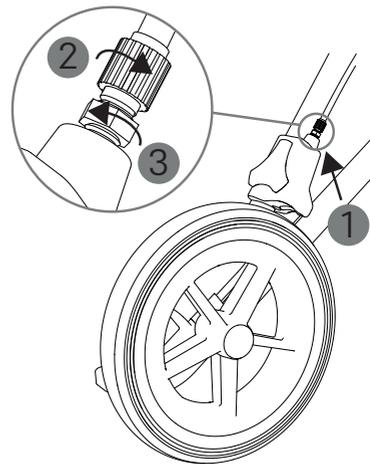

Fig. 7
1. Sur les freins des roues arrière, vous trouverez les vis de réglage des câbles Bowden (1, Fig. 7).
2. En les desserrant (dans le sens antihoraire), vous augmentez la tension et réduisez le jeu d'actionnement du levier de frein (2, Fig. 7).
3. La vis est bloquée par un contre-écrou. Pour éviter que les câbles de frein ne se desserrent d'eux-mêmes, vous devez resserrer le contre-écrou dans le sens horaire une fois le réglage effectué (3, Fig. 7).